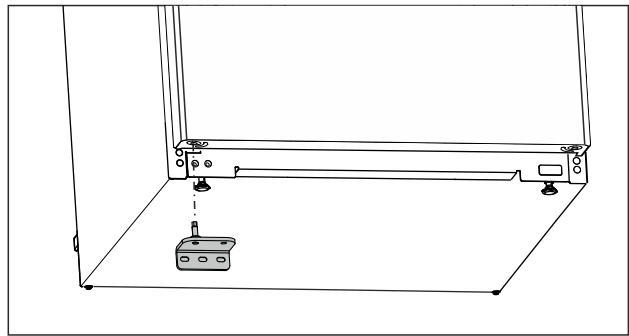

Fig. 24
- ▶ Vendosni bazamentin mbështetës të poshtëm në anën e kundërt. (shihni Fig. 24)